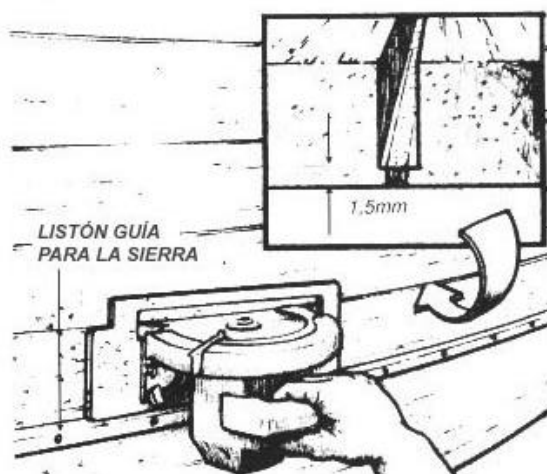
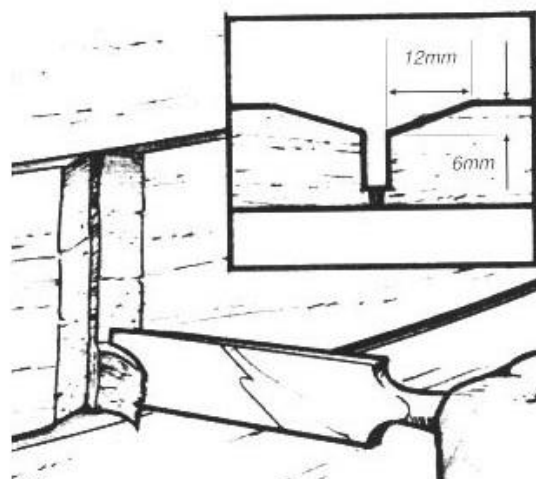

Figura 6-1 Use una sierra circular para limpiar las costuras entre tablas.
Figura 6-2 Corte un bisel en el extremo de cada tabla.
5. Limpie cada costura pasando la sierra circular a lo largo del pequeño listón (*Figura 6-1*). Verifique la profundidad y la anchura del corte. Limpie las juntas de los extremos de las tablas. Con un formón, bisele ligeramente los extremos de las tablas (6mm x 12mm desde el borde)(*Figura 6-2*).